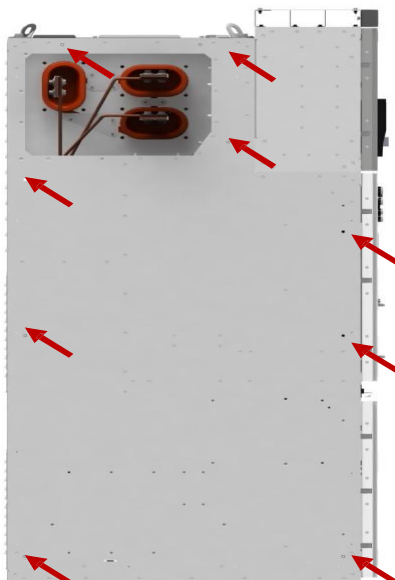

Рис. 16 Места скрепления соседних шкафов КРУ
10.2.3. Стянуть смежные боковые стенки установленных шкафов КРУ болтами M6x16 DIN6923 из комплекта ЗИП согласно рис. 16